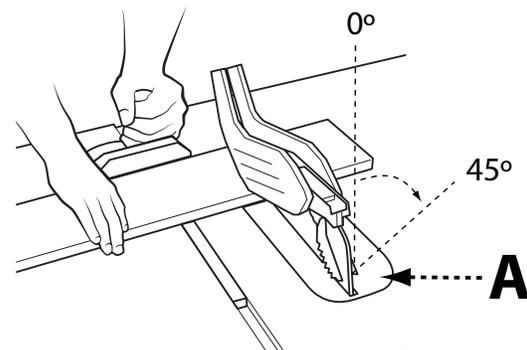

FIGURA 29
El corte cruzado biselado es idéntico al corte cruzado excepto que el ángulo de bisel (A) es diferente a 90°. Cuando haga un corte cruzado biselado, coloque la regla de ingletes en la ranura de la derecha, para que el disco quede inclinado en dirección contraria a la regla y sus manos. Vea la Figura 29.